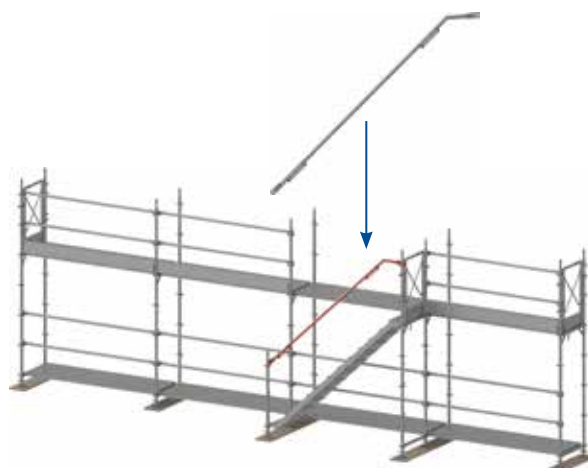

Figure 37 : Montage de la main courante d'escalier supérieure.
5. La main courante supérieure de l'escalier (n° d'article 3-172250) est fixée sur le poteau du garde-corps et le cadre en T (voir figure 37). Refermer les cliquets de garde-corps.